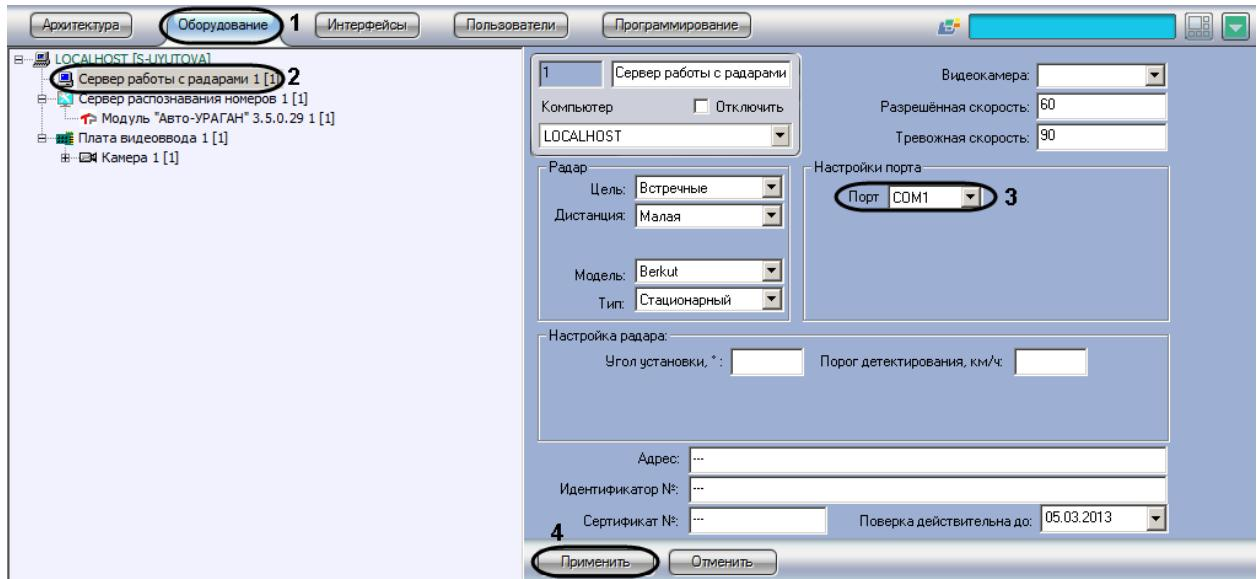

Рис. 7.3—1. Панель настроек объекта «Сервер работы с радарами»
1. Перейти во вкладку «Оборудование» диалогового окна «Настройки» программы «Авто-Интеллект» (см. Рис. 7.3—1, 1).
2. В дереве объектов на вкладке «Оборудование» выбрать объект «Сервер работы с радарами» (см. Рис. 7.3—1, 2). В правой части вкладки «Оборудование» отобразится панель настройки выбранного объекта.
3. Из списка «Порт» выбрать номер последовательного (COM) порта подключения устройства «Радар» (см. Рис. 7.3—1, 3).
4. Нажать кнопку «Применить» для сохранения всех изменений (см. Рис. 7.3—1, 4).